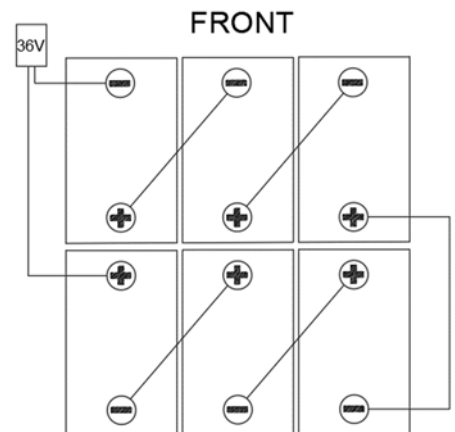

Figura 5
La máquina requiere seis baterías de 6 V, conectadas e instaladas en las posiciones que se muestran en la figura 5.
La máquina se entrega con los cables adecuados para instalar seis baterías de 6 V. Coloque con cuidado las baterías en el compartimiento y a continuación instélaslas correctamente como se muestra en la figura 5. Coloque la plaqueta fija de la batería correctamente.
8. Pase e instale el cable de la batería como se indica en la figura 5 y apriete cuidadosamente la tuerca en cada uno de los terminales de la batería.